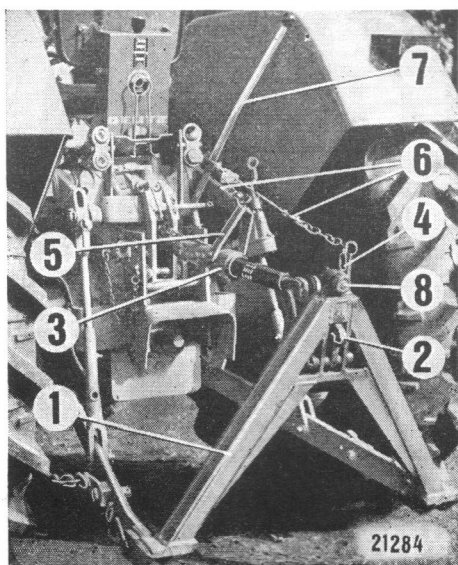

Fig. 43
En agissant sur la poignée d'actionnement du câble de la tirette ⑦, (Fig. 43) déverrouiller le bras supérieur télescopique. Attention! Le triangle mâle «TRACTEUR» se rabat vers le sol!
Descendre le trois points; au moment où l'outil porté touche le sol, déverrouiller à l'aide de la poignée ⑦ le bras supérieur et le décliquetage du triangle femelle (Cf. fig. 43)